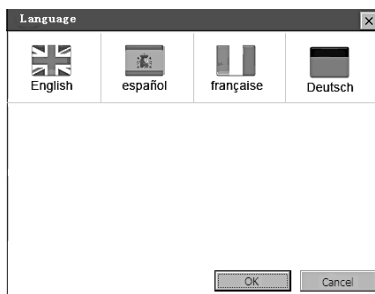

Figura 3.3
- 2) Use el bot3n de desplazamiento **ARRIBA/ABAJO** para seleccionar el idioma deseado y presione el bot3n **OK** para guardar la selecci3n y regresar a la pantalla previa. (Figura 3.3)